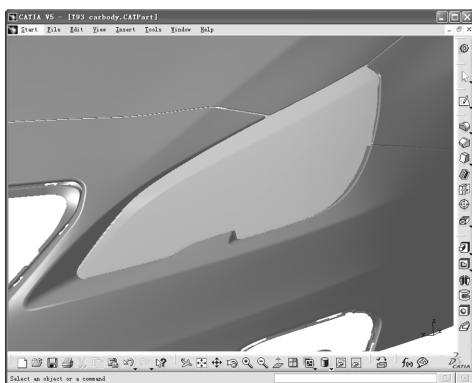

图 1-59
- : 着色 (Shading SHD)，又称渲染，是相对于线框模式而言，使模型看起来立体逼真，如图 1-59 所示。